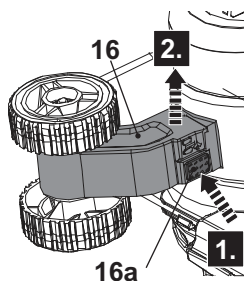

Fig. 3
2. Pulse el botón de desbloqueo (16a) y retire la rueda bordeadora (16) del soporte bordeador (14a) (Fig. 3).